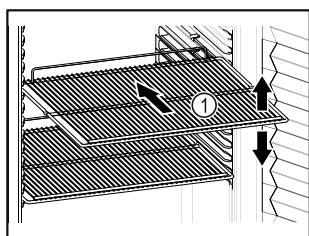

Fig. 30 Beispielhafte Darstellung
- Wenn Ablageflächen Fig. 30 (1) versetzbare sind, Ablageflächen je nach Höhe anpassen.